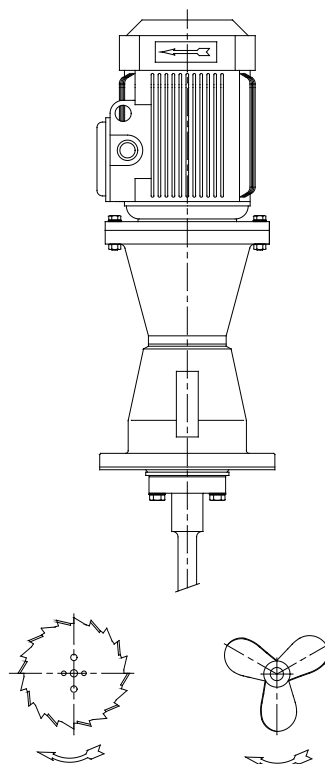

Figura 5.1
- Comprobar que el sentido de giro de la hélice es correcto (sentido de giro horario visto desde el lado del accionamiento). Ver figura 5.1.